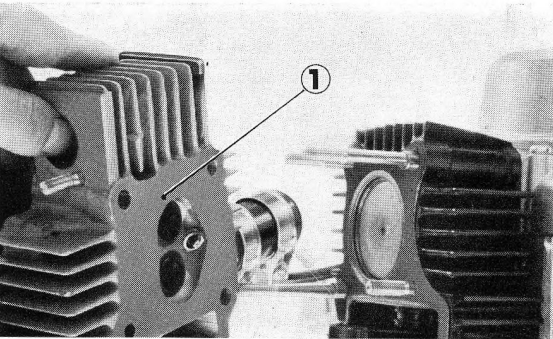

Figure 2-8: ① culasse
5. Dévisser les 4 écrous de 6mm et la vis de 6mm, puis séparer la culasse du cylindre (figure 2-8).